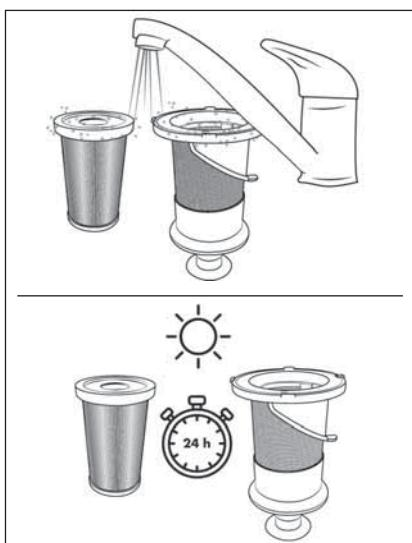

Afb. 19
- 4) Haal het HEPA-filter **4** uit het RVS-filter **5** door in de opening van het HEPA-filter **4** te grijpen en het uit het RVS-filter **5** te trekken (zie afb. 19).